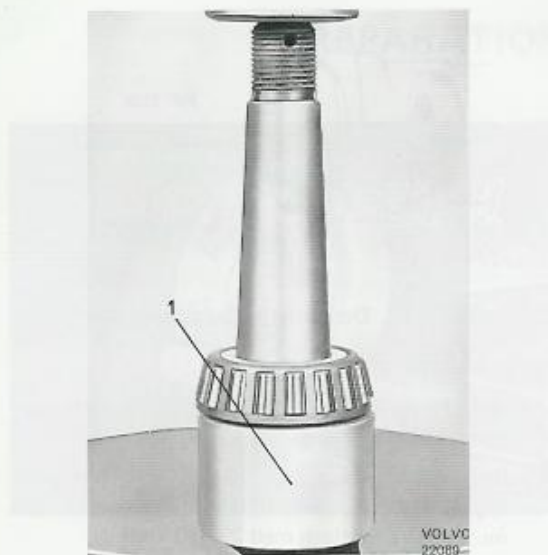
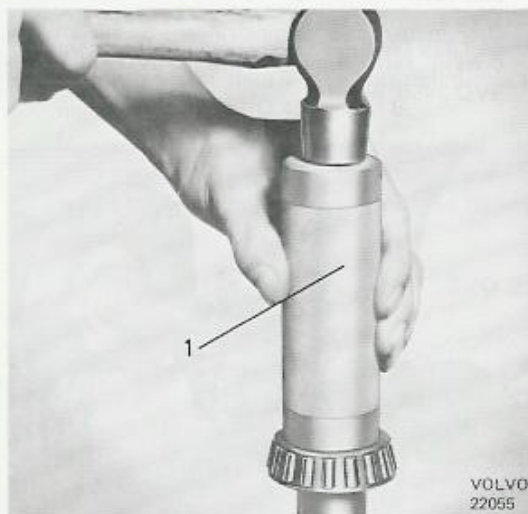

Bild 15. Demontering av drivaxellager
Bild 16. Montering av drivaxellager
3. Pressa av lagret, se bild 15. Använd SVO 1806 som underläggsring. Montera det nya lagret med hjälp av hylsa SVO 1805, se bild 16.